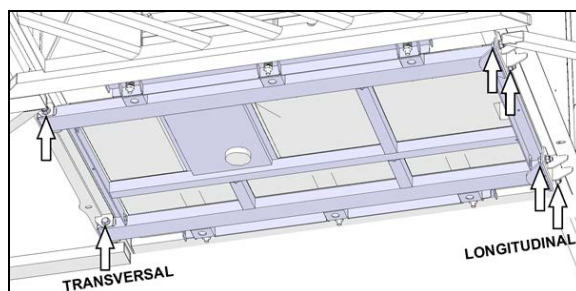

FIGURE 22: EMBLEMENTS DES POINTS DE FIXATION
3. Faire une inspection des boulons de fixation du support du réservoir aux 6 endroits identifiés (Figure 22).